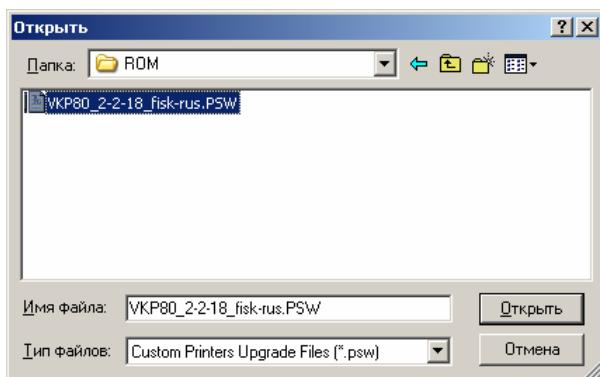

Рисунок 5 – Выбрать файл ПО.
2.8. Укажите путь к файлу с ПО (**VKP80_2-2-18_fisk-rus.PSW**) (см. рис. 5).